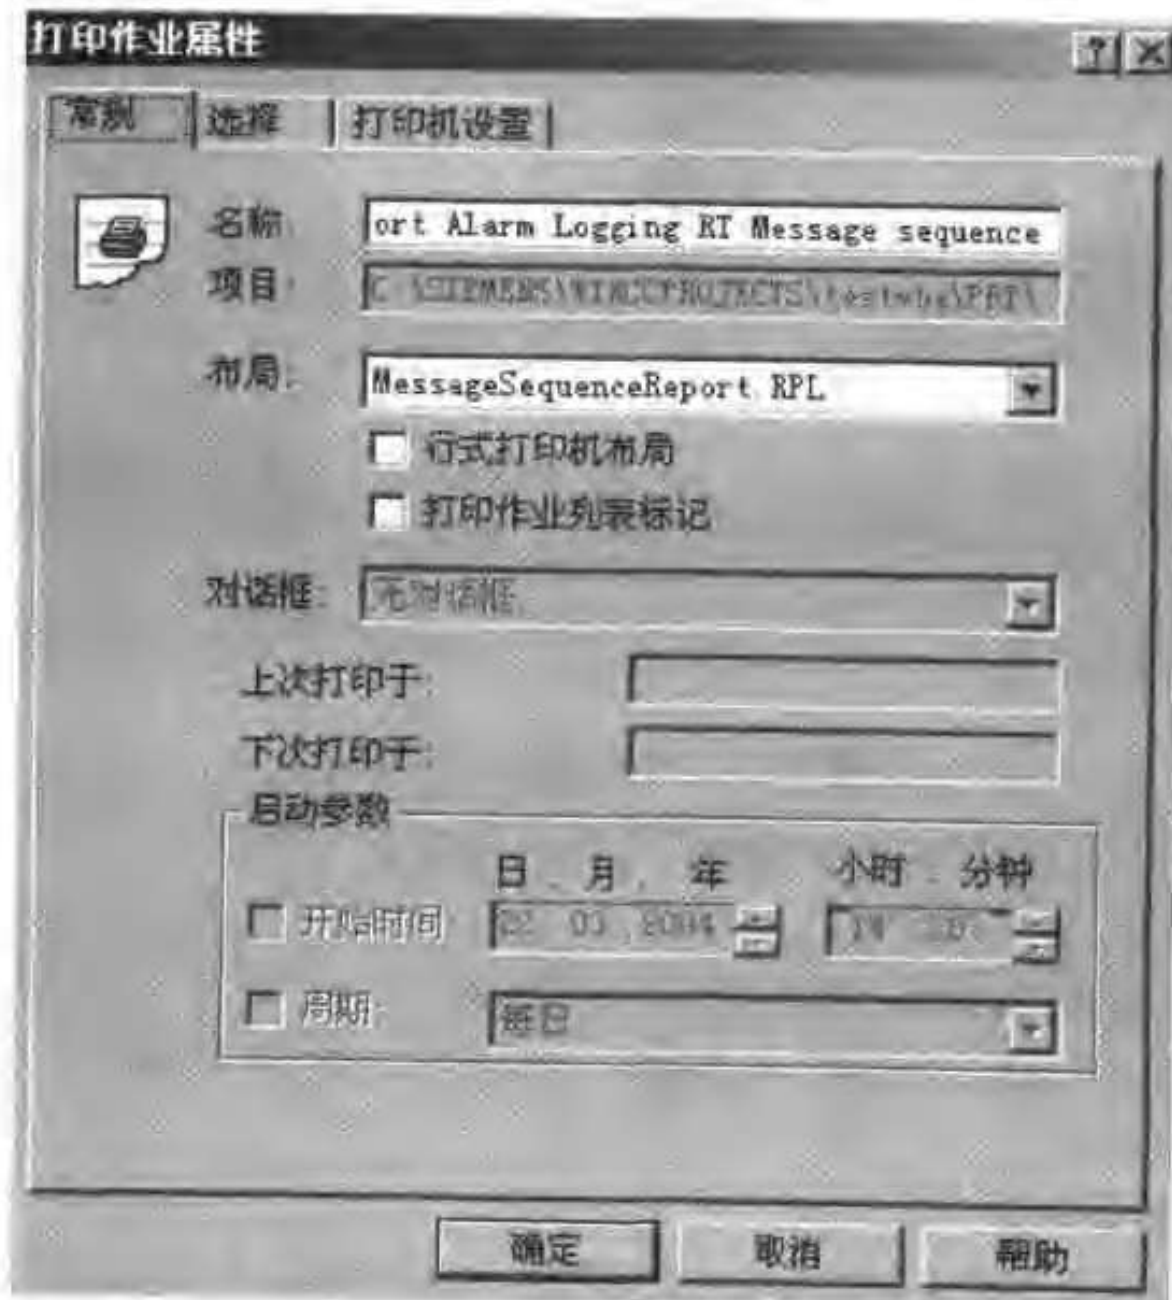

图 9-8 “打印作业属性”对话框
- 在右边的窗口中,双击打印任务 ReportAlarmLoggingRTMessage SequenceReport, RPL。打开“打印作业属性”对话框,如图 9-8 所示。